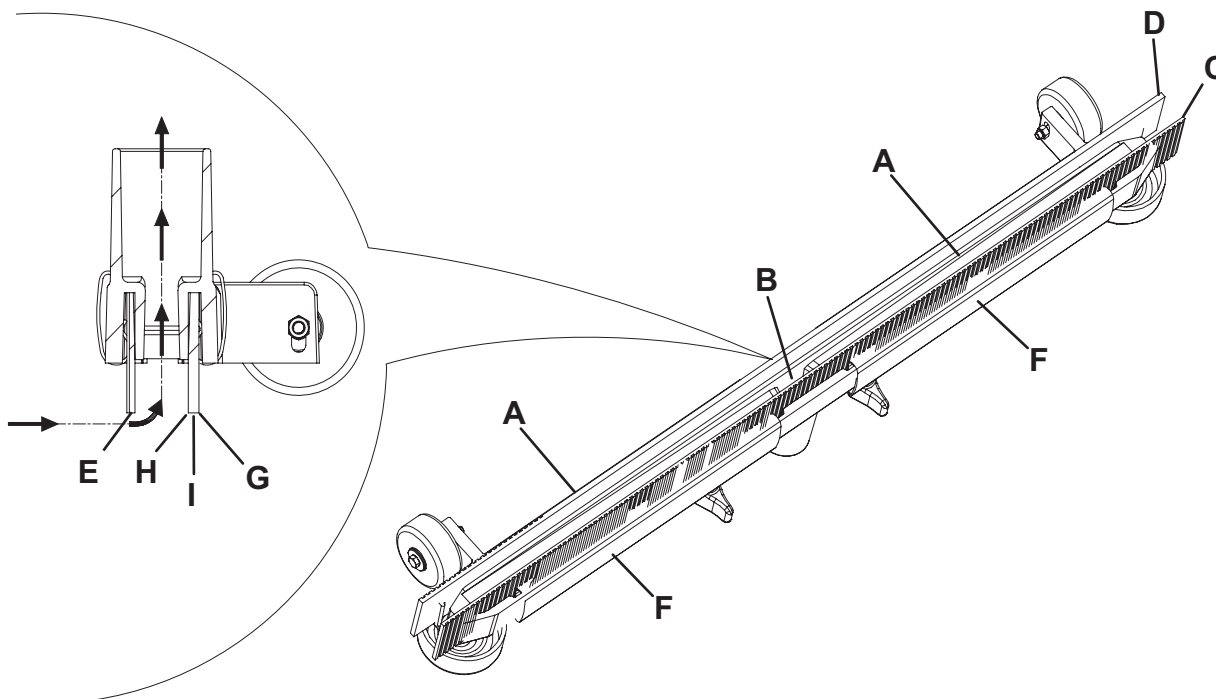

Abbildung 6
3. Die Sauglippe mit dem Hebel (19) senken.
4. Das Ansaugrohr (22) von der Sauglippe lösen.
5. Die Handräder (12) lockern und die Sauglippe (11) entfernen.
6. Die Sauglippe waschen und reinigen. Besonders den Schmutz und Abfälle von den Förderöffnungen (A, Abb. 6) und der Ansaugöffnung (B) beseitigen.
7. Prüfen dass das Vordergummi (C) und das Hintergummi (D) vollständig sind und keine Schnitte oder Risse aufweisen, ansonsten müssen sie ersetzt werden (siehe Verfahren im nachfolgenden Abschnitt).
2. Prüfen, dass die Zipfel des Vordergummis (E, Abb. 6) und des Hintergummis (I) gleichzeitig auf eine Ebene, für die Gesamtlänge legen, andernfalls die Höhe einstellen, wie folgt beschrieben ist:
- Die Befestigungsfedern (F) entfernen, dann das Vordergummi (C) und das Hintergummi (D) einstellen.
3. Prüfen, dass das Vordergummi (C) und das Hintergummi (D) unversehrt sind und keine Schnitten bzw. Durchrisse aufweisen, andernfalls sie wie folgt ersetzen. Prüfen, dass die Vorderkante (H) des Hintergummis unversehrt ist; andernfalls das Gummi kippen und auf ihrer Stelle die andere unversehrte Kante (G) bringen. Ist auch die andere Kante abgenutzt, das Gummi ersetzen und wie folgt vorgehen:
- Die Befestigungsfedern (F) entfernen, dann das Hintergummi (D) ersetzen (umkehren).
4. Die Sauglippe (11) montieren und die Handräder (12) anschrauben.
5. Das Ansaugrohr (22) an die Sauglippe (11) verbinden.